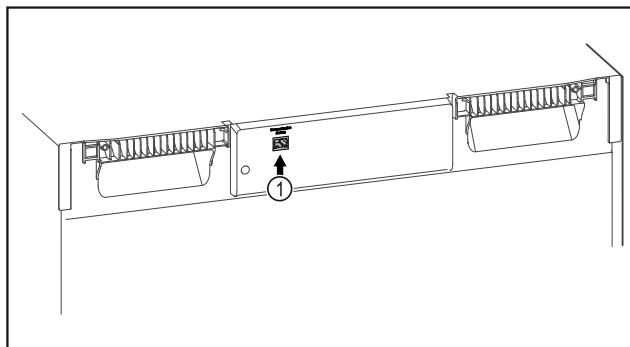

Fig. 108
- SmartModule Fig. 108 (1) er sat i.